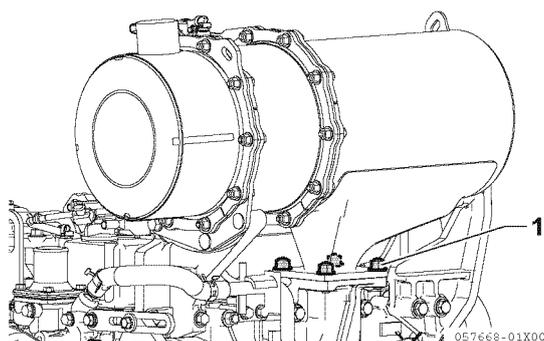

Figure 13-26
- Remplacez le joint à bride de la tubulure d'échappement par un neuf, placez l'unité FAP dessus et serrez provisoirement les écrous à embase (4 pièces) (1, Figure 13-26).